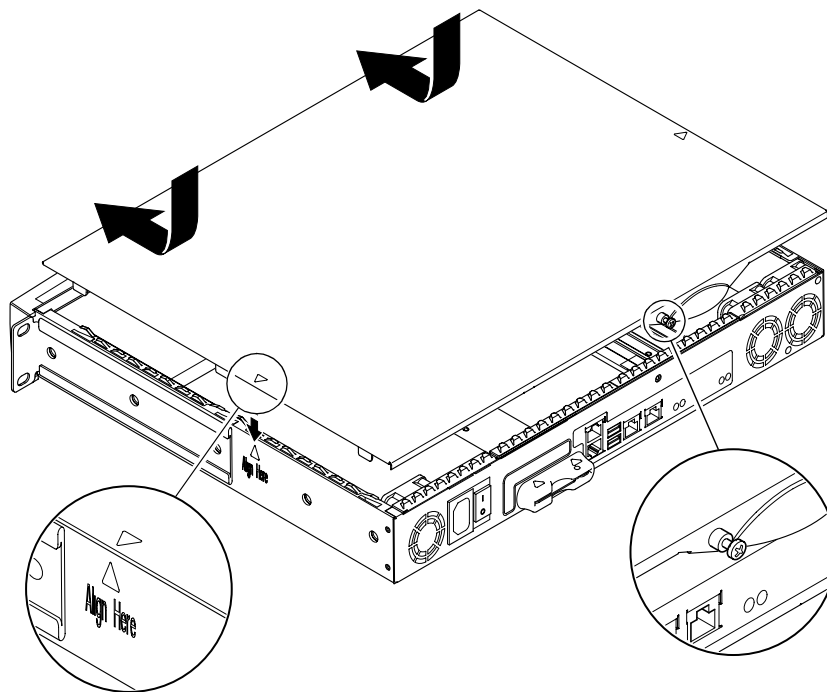

РИС. 8-4 Установка верхней крышки
6. Поставьте на место крышку сервера и затяните фиксирующий винт (см. РИС. 8-4).
6. Поставьте на место верхнюю крышку и затяните фиксирующий винт (см. РИС. 8-4).